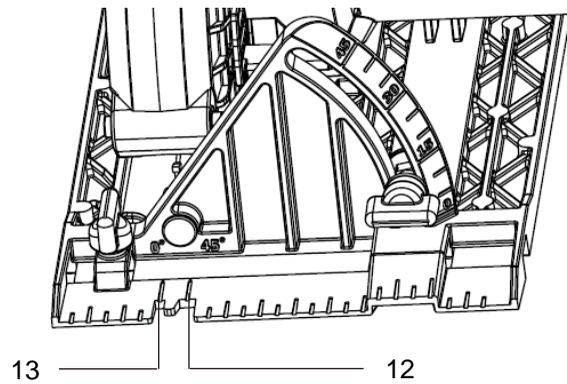

Fig. 13
3. Para cortes rectos, alinee la marca de corte de 0° (13) situada en la parte frontal de la placa base (7) con su línea de corte (Fig. 13).
4. Para cortes en bisel a 45° , alinee la marca de corte de 45° (12) con su línea de corte (Fig. 13).